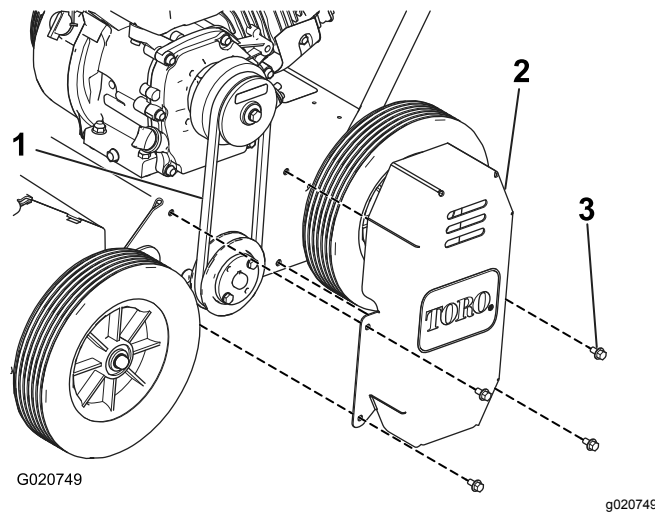

Bild 21
- Entfernen Sie die vier Schrauben, mit denen die Riemenabdeckung an der linken Seite der Maschine befestigt ist; nehmen Sie die Abdeckung ab (Bild 21).
- Prüfen Sie die Spannung des Riemen (Bild 21).